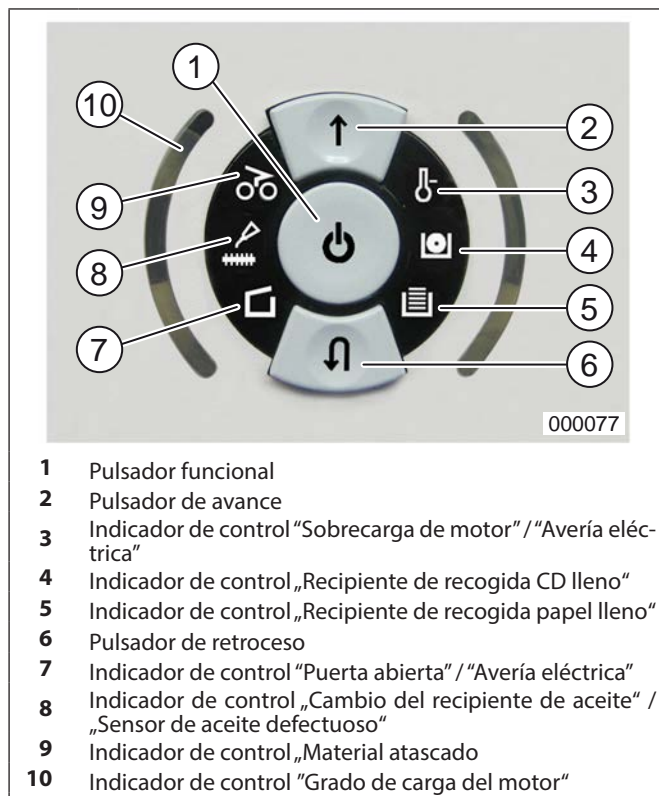

Fig. 3 Elementos de mando „i-control“
① = Pulsador funcional (Fig. 3/1)
② = Pulsador de avance (Fig. 3/2)
③ = Indicador de control (Fig. 3/3) "Sobrecarga de motor" / "Avería eléctrica"
④ = Indicador de control (Fig. 3/4) "Recipiente de recogida CD lleno"
⑤ = Indicador de control (Fig. 3/5) "Recipiente de recogida papel lleno"
⑥ = Pulsador de retroceso (Fig. 3/6)
⑦ = Indicador de control (Fig. 3/7)
⑧ = Indicador de control (Fig. 3/8)
⑨ = **Indicador de control (Fig. 3/9)**
⑩ = **Indicador de control (Fig. 3/10) “Grado de carga del motor”**
Accione brevemente el pulsador funcional (Fig. 3/1).
Las barreras luminosas (avance, Fig. 1/3) inician el proceso de desmenuzamiento tan pronto como se introduzca material en una de las dos ranuras de alimentación. Al mismo tiempo se encenderá el indicador piloto  del pulsador de avance (Fig. 3/2).
Para el desmenuzamiento de láminas transparentes se tiene que conectar la máquina a mano en el modo de funcionamiento de avance (mantenga accionado el pulsador de avance (Fig. 3/2)). El proceso de desmenuzamiento se puede detener en cualquier momento si se acciona brevemente el pulsador funcional (Fig. 3/1) o el pulsador de retroceso (Fig. 3/6). Para continuar, accione el pulsador de avance (Fig. 3/2).
Si el recipiente recogedor de CD está lleno, el motor se desconecta. El indicador de control (Fig. 3/4) se enciende. Vaciar ahora el o los recipientes de recogida CD (Fig. 4/2) como se indica a continuación:
- El indicador de control (Fig. 3/7) se enciende.
- El indicador piloto del pulsador de avance (Fig. 3/2) parpadea.
- Si aún queda material en la ranura de alimentación, el indicador de control (Fig. 3/9) se encenderá también ahora.
4. Accione el pulsador de avance (Fig. 3/2).
- El indicador piloto del pulsador de avance (Fig. 3/2) se apaga.
- El indicador de control (Fig. 3/4) se apaga.
- El indicador de control (Fig. 3/7) se apaga.